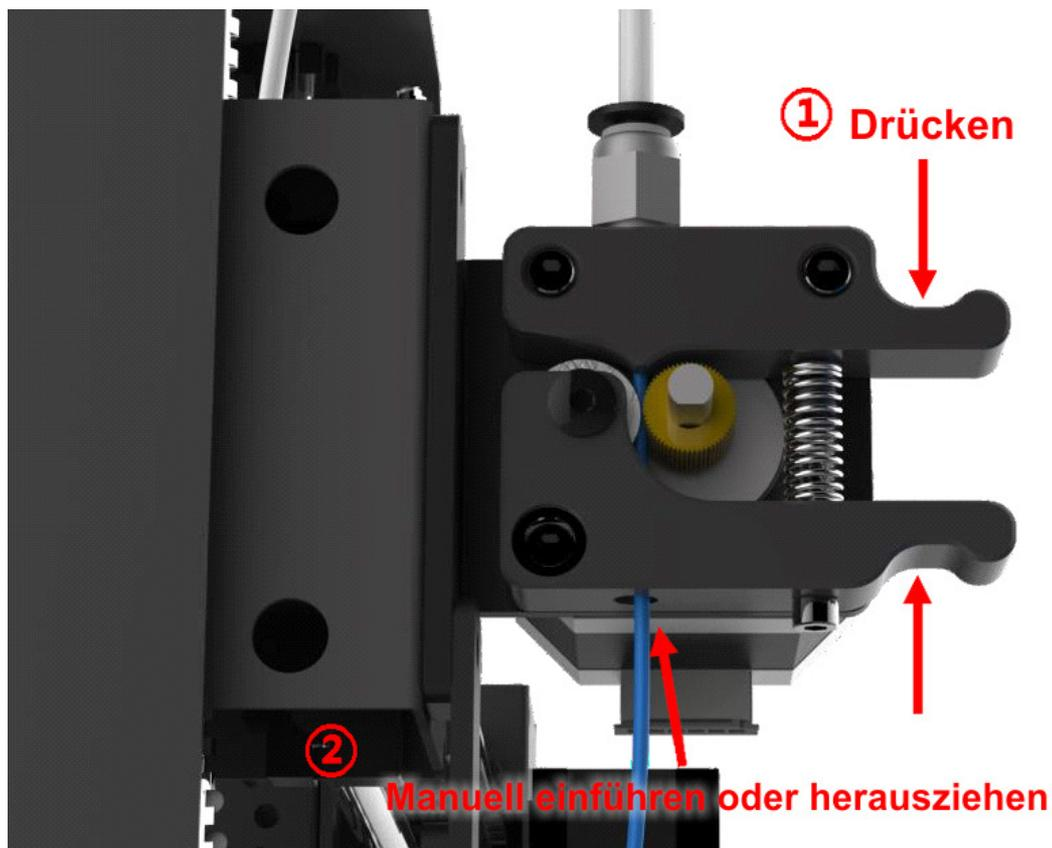

Abbildung 30
1. **Filament zuführen:** Klicken Sie im Home-Menü auf "Tools" → "Preheat" → " Preheat PLA " (zum Beispiel). Wenn die Zieltemperatur erreicht ist, drücken Sie den Griff am Extruder wie in **Abb. 30** abgebildet, und drücken Sie das Filament manuell durch den Teflonschlauch bis zum heißen Ende, wo das Filament durch die Düse geschmolzen wird.
2. **Filament entfernen:** Klicken Sie im Home-Menü auf "Tools" -> "Preheat" -> "Preheat PLA" (z. B.) Nachdem sie die Zieltemperatur erreicht hat, drücken Sie wie in **Abb.30** gezeigt, die Griffe am Extruder zusammen. Drücken Sie das Filament zuerst manuell ein, bis Sie sehen, wie das Filament durch die Düse schmilzt, und ziehen Sie dann das Filament schnell heraus. Der Zweck des Eindrückens des Filaments besteht darin, die Gefahr eines Verstopfens der Düse zu minimieren.